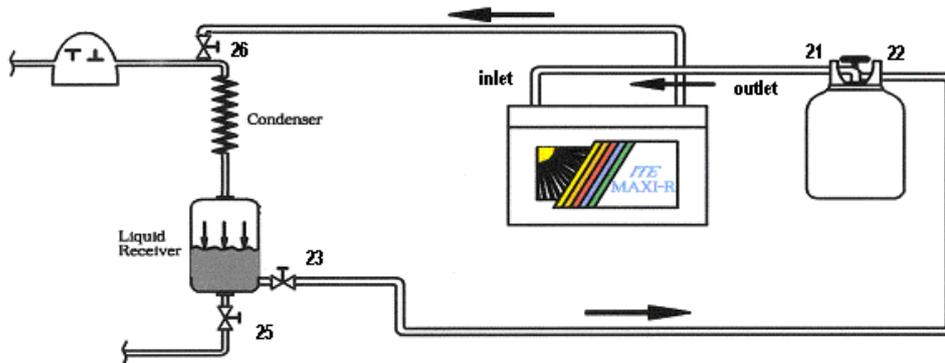

Fig. 3
- а. Если система имеет изолированный ресивер жидкости, с коннектором для газа сверху и для жидкости на основании. Типичная схема на рис. 3. Баллон для сбора хладагента должен иметь Y-вентиль (жидкостной и паровой вентили).
- Подсоедините станцию к системе согласно рис. 3 (синий вентиль баллона 21 к входу 3 станции Maxi-R/V2, красный вентиль баллона 22 к жидкостному вентилю ресивера 23). Подсоедините выход 4 к паровому вентилю 26 ресивера.